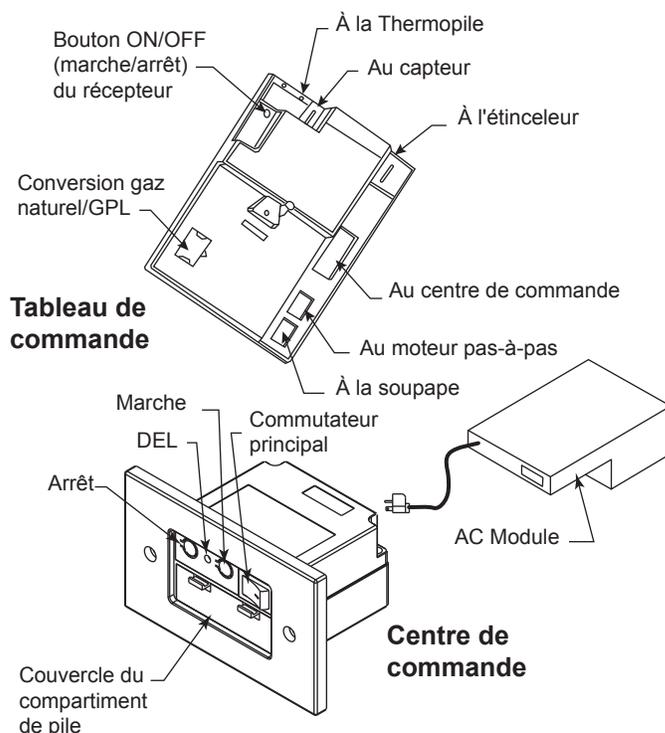

Figure 32 - Composants du système de commande Signature
1. Le bouton du récepteur RF situé sur le tableau de bord doit être en position de marche avant que la fonction d'apprentissage puisse commencer. Utilisez un trombone pour enfoncer le bouton. Un bip pour confirmer la mise en marche du récepteur RF et deux bips, l'arrêt du récepteur RF. Reférez-vous à la figure 32 pour l'emplacement.